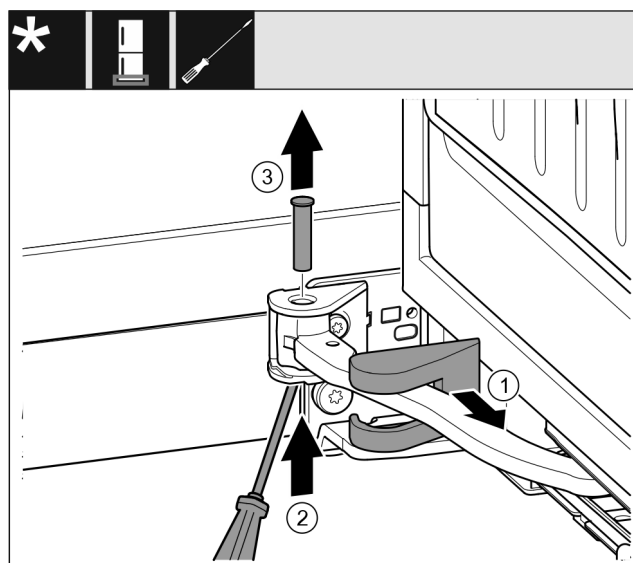

Fig. 16
- Lagerbokafdekking Fig. 16 (1) wegnemen en langs het scharnier verschuiven.
- Bouten Fig. 16 (2) met vinger of schroevendraaier van onderaf optillen.
- Bouten Fig. 16 (3) van boven af eruit trekken.